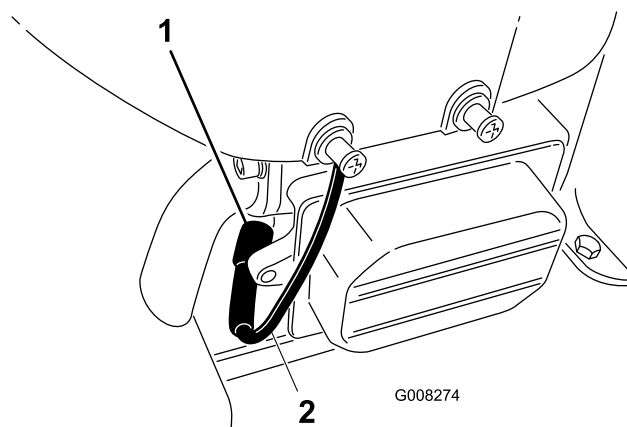

Figura 25
6. Scollegate il cappello dalla candela (Figura 25).
8. Togliete la candela e la rondella metallica (Figura 25).
3. Collegate il cappello alla candela (Figura 25).